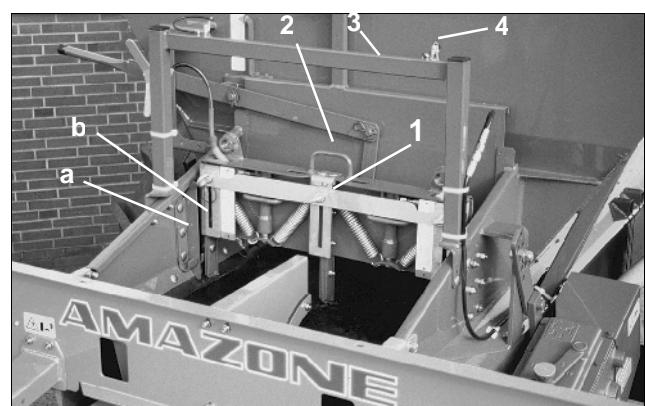
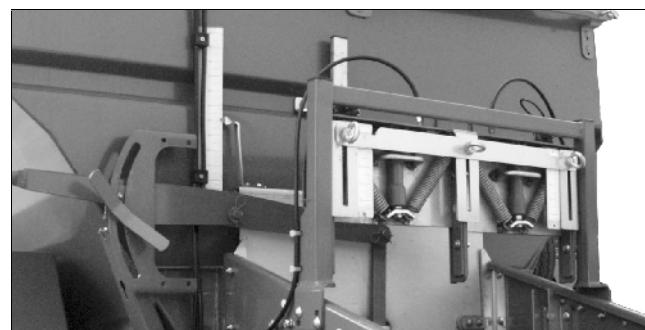

Рис. 29
Рис. 30
- **Двойная шиберная заслонка** (Рис. 29/1):
**Положение a** (сзади) (Рис. 29/a):
**Положение b** (спереди) (Рис. 29/b):
- Заслонку (Рис. 29/1) поднимите за рукоятку (Рис. 29/2) и повесьте на несущей раме (Рис. 29/3) в нерабочем положении (Рис. 30).
- Зафиксируйте при помощи фиксирующего пальца с пружинной защелкой (Рис. 29/4).